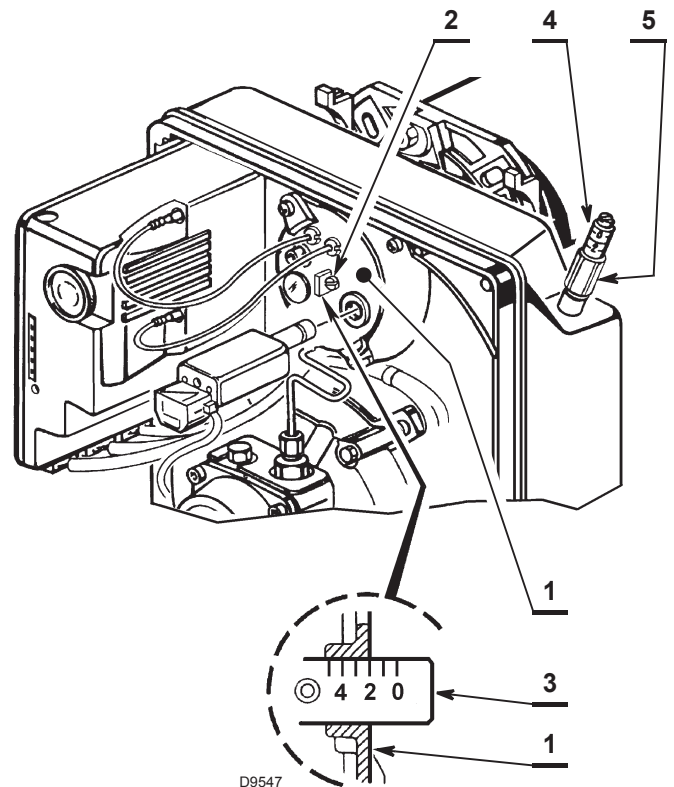

Abb. 11
- Die Stellschraube 2) (Abb. 11) so weit im oder gegen den Uhrzeigersinn drehen, bis die am Stellbügel markierte Kerbe 3) (Abb. 11) mit der Außenfläche des Düsenstocks 1) (Abb. 11) übereinstimmt.
- Die Mutter 5) (Abb. 11) lockern und die Klappe über die Schraube 4) (Abb. 11) regeln.